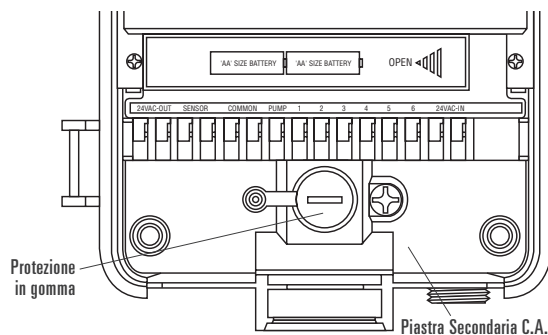

Figura A2: Piastra secondaria c.a.
- Rimuovere la spina di protezione in gomma dalla piastra secondaria c.a. [Vedere la Figura A2]